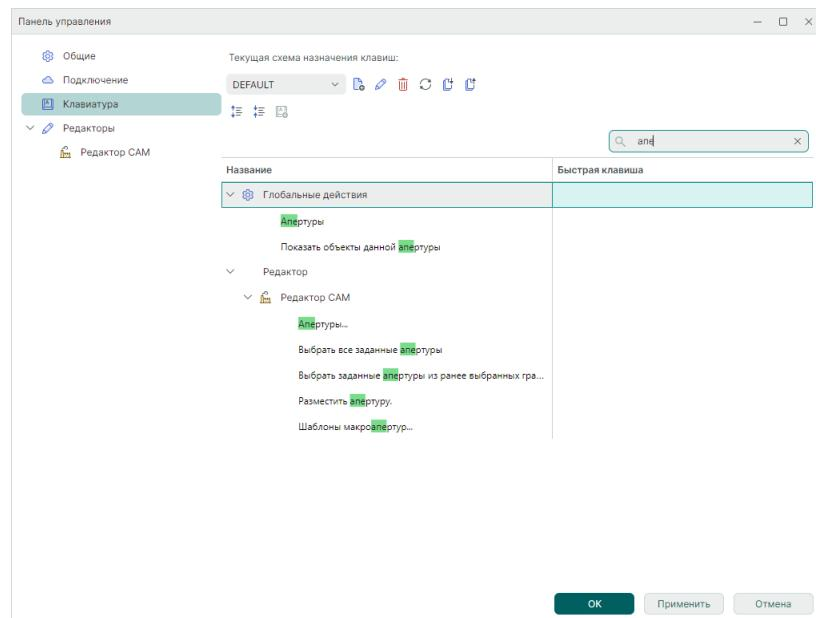

Рис. 68 Поиск действий, клавиш, комбинаций клавиш
1. Установите курсор в поле «Поиск...» и введите наименование требуемого действия. По совпадению введенных букв поисковая система отфильтрует имеющиеся действия, см. Рис. 68.